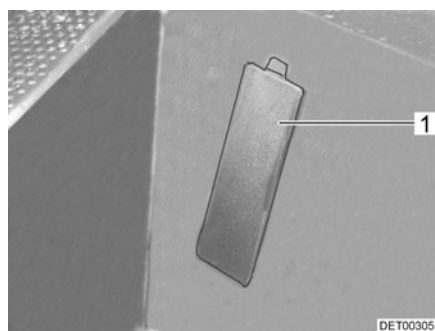

Fig. 213 Tapa del número de chasis (vehículo básico Fiat)
- ▷ En los vehículos con base de Fiat, el número de chasis se encuentra debajo de una tapa (Fig. 213,1) en la entrada del lado del acompañante.